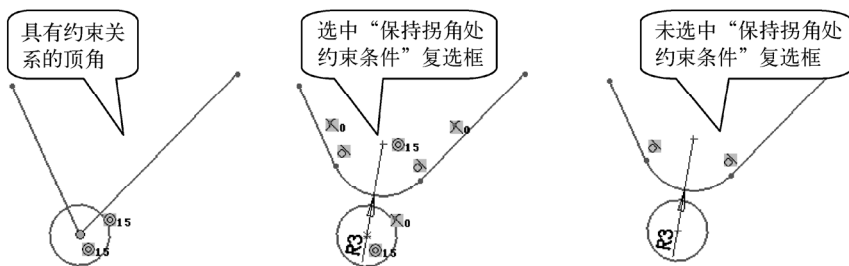

图 2-91 “保持拐角处约束条件”复选框的作用
- **保持拐角处约束条件:** 勾选此复选框,如顶点具有尺寸或几何约束,将保留虚拟交点;如取消此复选框,则生成圆角后将删除这些几何关系,如图2-91所示。